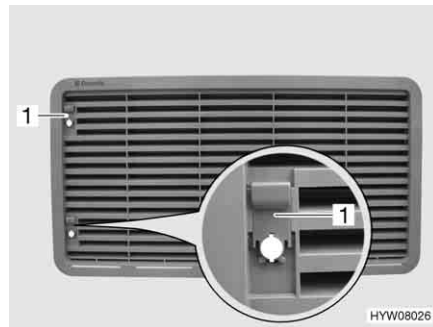

Fig. 148 Griglia di aerazione del frigorifero (con cursore)
- Spingere il cursore (Fig. 148,1) verso l'alto.